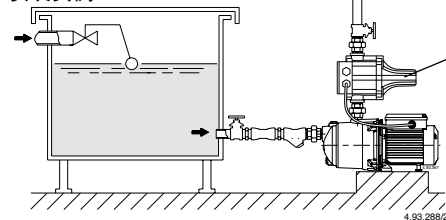

Fig. 2 Funzionamento sotto battente
При положении насоса выше уровня перекачиваемой жидкости (рис. 1 и 3) установите донный клапан с сетчатым фильтром который будет всегда погружен или же обратный клапан на всасывающем патрубке. При использовании шлангов на всасывании установить шланг с армирующей спиралью во избежание сжатия из-за понижения давления на всасывании. При работе под гидравлическим напором (рис. 2) установить задвижку.
При работе под гидравлическим напором (рис. 2) наполнять насос, открывая – медленно и полностью – задвижку на всасывающей трубе, при этом задвижка на подающей трубе должна быть открыта для выпуска воздуха.
- См. пример установки на рис. 2.